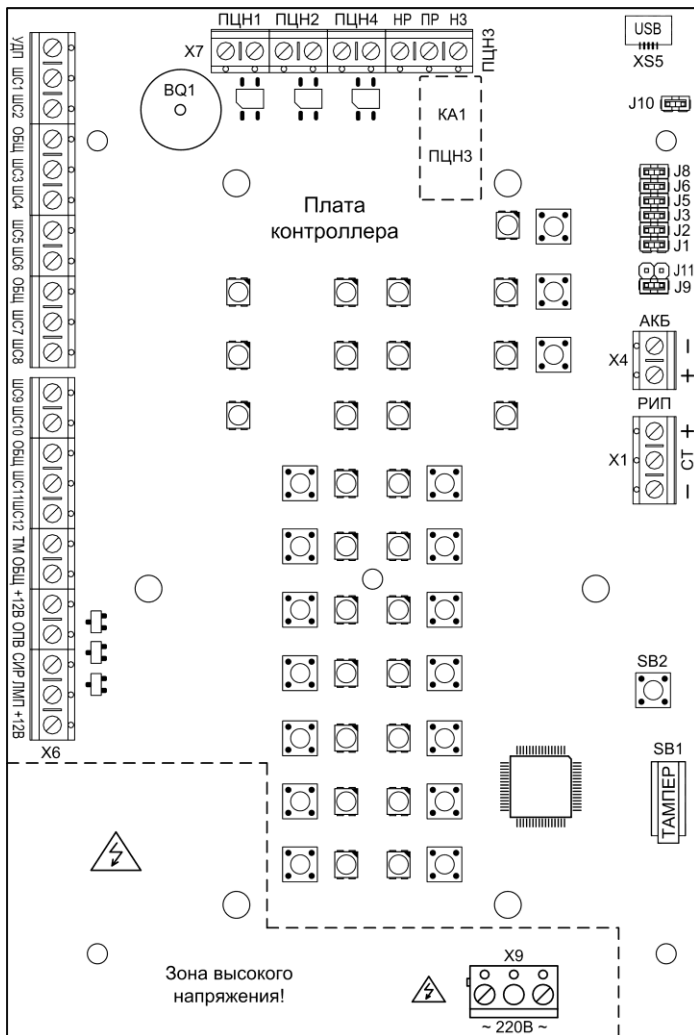

Рис.1 Плата контроллера прибора Гранит-12 (вид со снятой панелью индикации и управления)
ВНИМАНИЕ! На плате прибора присутствует зона высокого напряжения (см. рис.1). При использовании внешних устройств с рабочим напряжением 220 В контакты «НР», «ПР» и «НЗ» клемника X7 (ПЦНЗ), также могут находиться под напряжением 220 В.
Прибор состоит из корпуса и съёмной крышки. В корпусе расположена плата контроллера (рис.1). На плате контроллера установлена панель индикации и управления (рис.2).
3.1 Плата контроллера (рис.1) интегрирована с источником питания. На плате контроллера расположены следующие элементы: